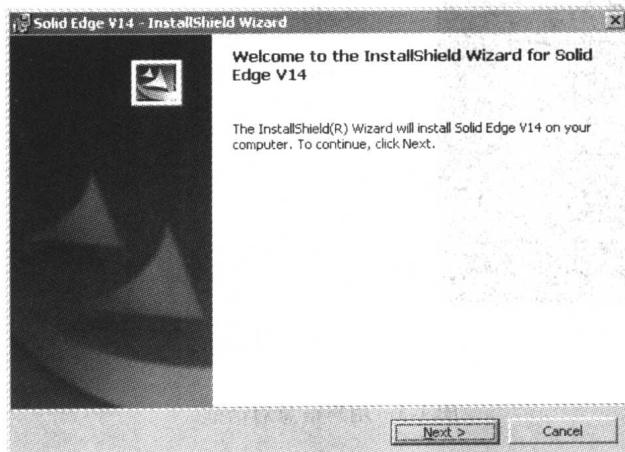

图 1-1 欢迎对话框
1) Solid Edge 安装光盘可以自动运行，将其放入光驱（如果系统允许光驱自运行的话），出现欢迎 (Welcome) 安装界面如图 1-1 所示。